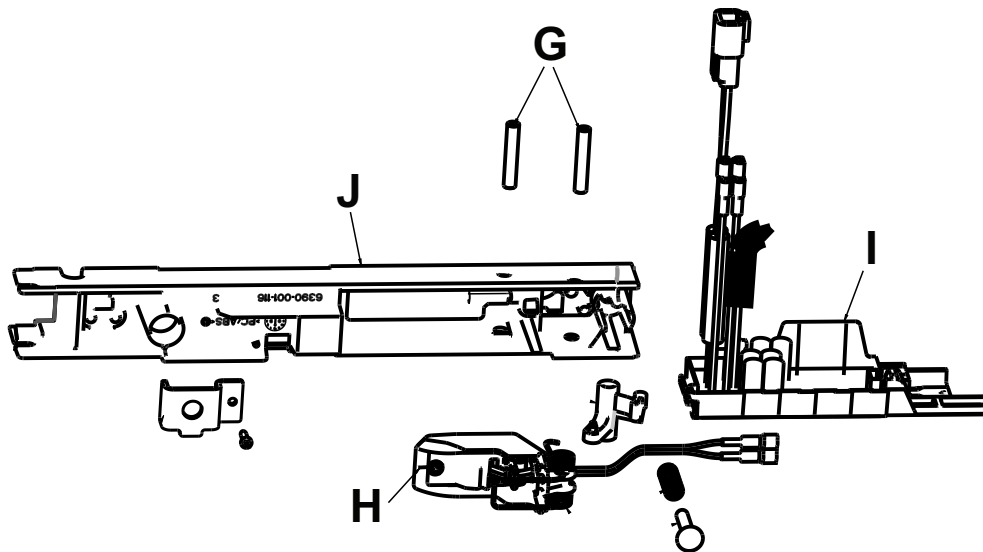

Figure 47 – Débrancher les fils des bobines de la carte d'induction principale
12. Retirer la broche pivotante d'ancrage (G) qui maintient l'ensemble de bobine d'ancrage (H) au boîtier d'ancrage (J) (Figure 47). Conserver la goupille.
13. Débrancher les fils des bobines de la carte d'induction principale (I) (Figure 47). Jeter l'ensemble de bobine d'ancrage.